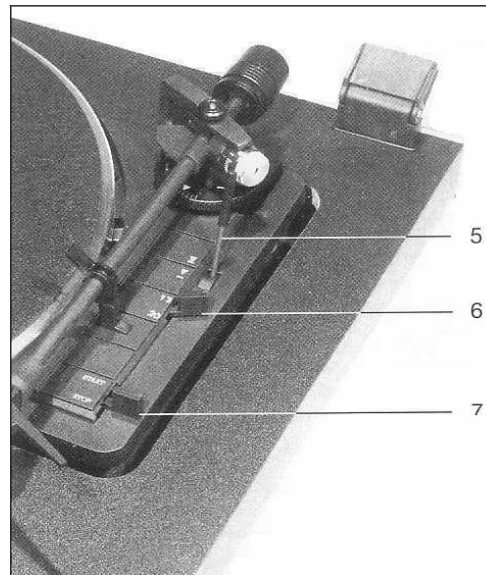

Рис. 11
Снимите прозрачную защитную крышку иглы, осторожно потянув ее на себя. Рычаг подъема (5) должен находиться в положении UP (Вверх). Установите рукоятку (7) в положение Start и тонарм автоматически опустится на пластинку (Рис. 11)
Установите рычаг подъема (5) в положение UP (Вверх). Снимите тонарм с подставки и установите его над вводной канавкой пластинки. Сейчас электродвигатель и опорный диск начнут вращаться. При опускании рычага подъема (5) тонарм плавно опускается, что очень благоприятно сказывается на ваших любимых пластинках. С помощью рычага подъема тонарм может повторно перемещаться вверх и вниз в любом направлении относительно пластинки при одновременном вращении опорного диска (Рис. 11)